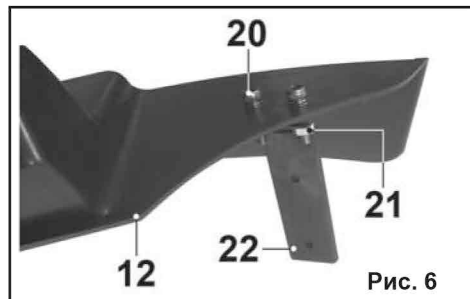

Рис. 6
7.3. Установка ножа для обрезки лески (Рис.6)